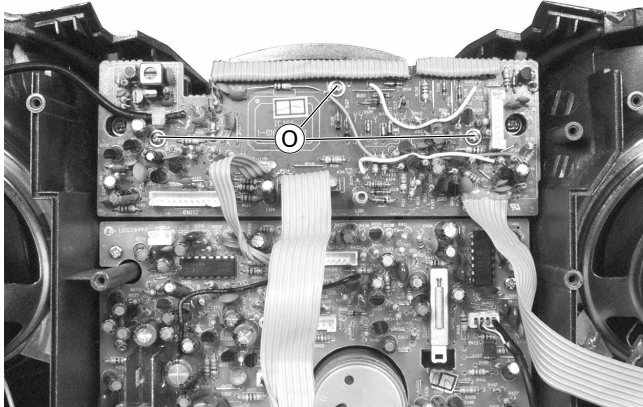

Fig. 16
- 3 Schrauben ① (Fig. 16) herausdrehen und CPU-Platte nach oben klappen.
- Undo the 3 screws ① (Fig. 16) then tilt up the CPU PCB.
- 3 Schrauben ⑥ (Fig. 16) herausdrehen und CPU-Platte nach oben klappen.
- Undo the 3 screws ⑥ (Fig. 16) then tilt up the CPU PCB.